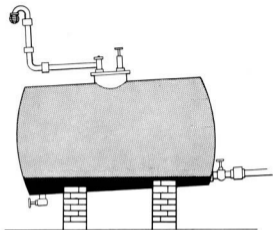

FIG. 94
4. De voorraadtank moet onder een afdak staan en op voldoende hoogte geplaatst worden, zodat de brandstoftank van de trekker door de zwaartekracht gevuld wordt. Ook moet deze voorzien zijn van een mangat voor het reinigen van de voorraadtank. De aftapkraan moet ongeveer 76 mm van de rand gemanteerd worden, zodat vuil en water kunnen bezinken; tevens moet deze van een verwisselbaar filter voorzien zijn. De voorraadtank moet ongeveer $\frac{1}{2}$ " per voet (40 mm) of meer aflopen naar de aftapkraan (fig. 94).